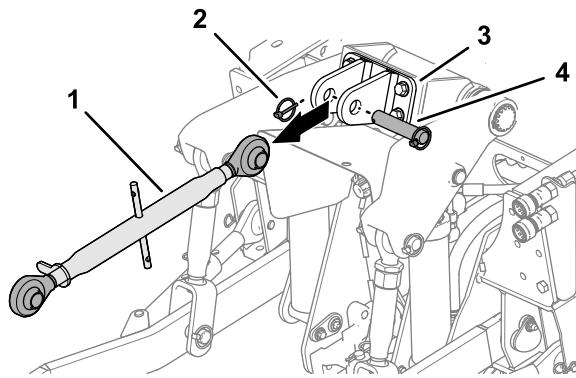

Figura 25
- Se montati, rimuovete acciarino, perno con testa e attacco superiore a 3 punti dalla staffa dell'attacco superiore (Figura 25).